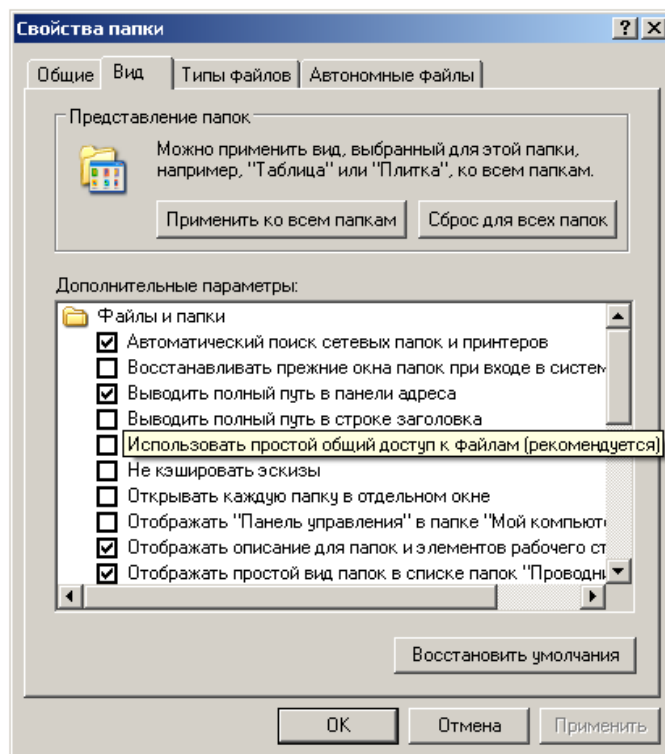

Рисунок 19
–откройте окно **«Свойства папки»**, рисунок 19, выбрав пункт меню **«Сервис»** - **«Свойства папки»**.